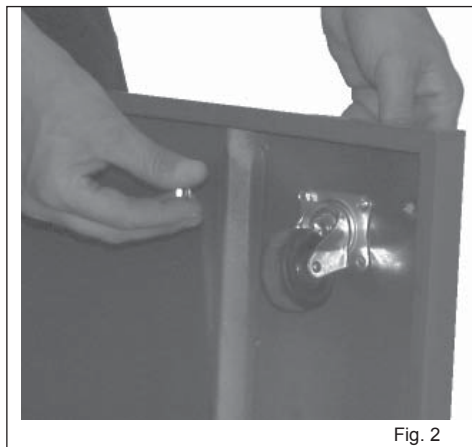

Fig. 2
1. Colocar as rodas nos quatro campos por baixo da base rectangular utilizando os parafusos e as porcas com as respectivas anilhas. Em cada ângulo de suporte de cada roda, introduzir um parafuso em cima através da anilha na base e depois no suporte de cada roda. Apertar a porca com uma chave adequada e uma chave de fendas. Repetir a operação para as outras rodas. As duas rodas giratórias devem ser colocadas do lado dos sacos oposto ao motor (Fig. 2).